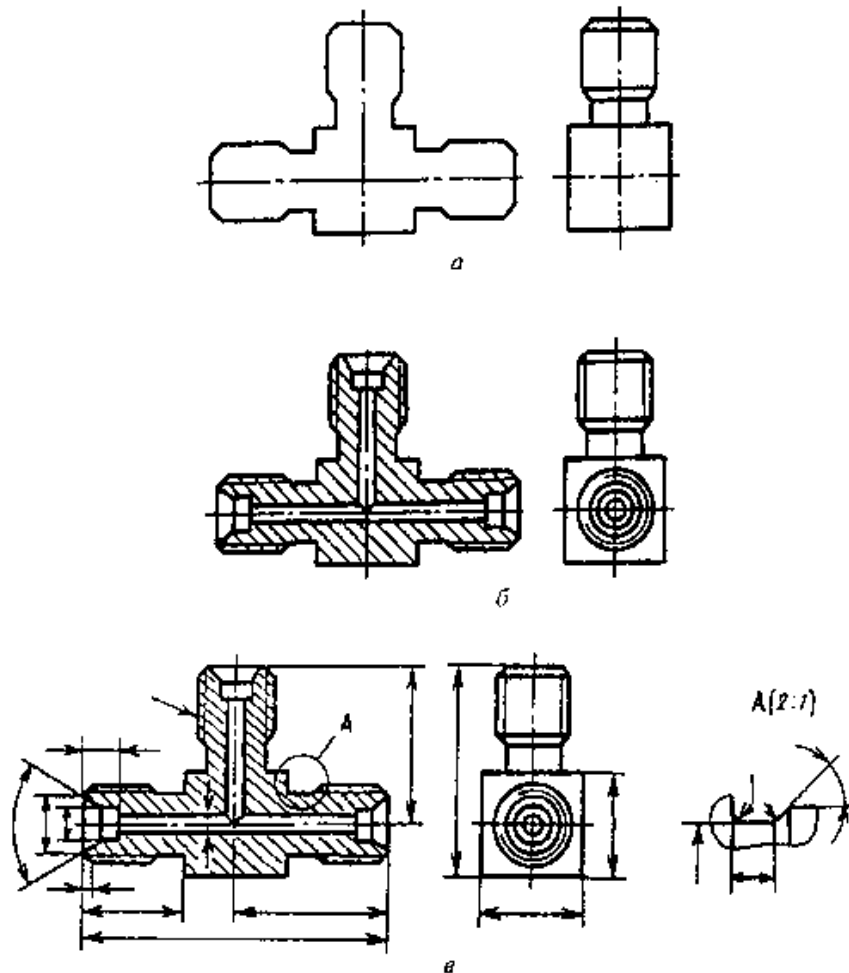

Рисунок 1 – Етапи виконання ескізу деталі
Потім наносять зовнішні контури кожного зображення (рис. 1, а) з конструктивними елементами (фаски, проточки і т. д.), тонкими лініями відзначають контури необхідних розрізів і перетинів. При цьому враховують, що зазвичай внутрішні поверхні паралельні зовнішнім поверхням деталі, осі кріпильних отворів найчастіше розташовуються симетрично щодо осей
Перевіривши виконані зображення, прибирають зайві лінії, виконують штрихування в розрізах і перерізах, обводять видимий контур зображень суцільною лінією (рис.1, б).
1. намічають розмірні бази і проводять виносні і розмірні лінії для габаритних розмірів, міжосьових і міжцентрових розмірів і їх відстаней до баз і для розмірів окремих елементів деталей (рис.1, в);